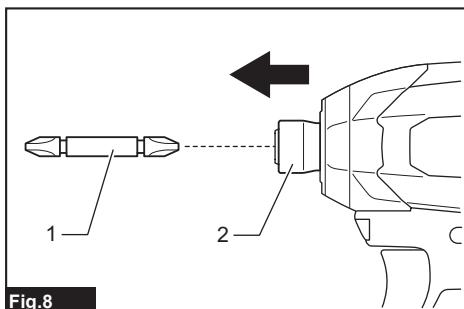

Fig.8
- Рис.8: 1. Муфта 2. Закрыть 3. Открыть